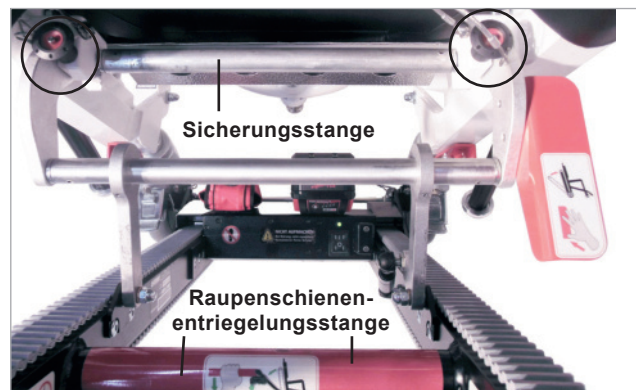

Abb. PT1 Obere Sicherungsstange und Raupenschieneentriegelungsstange
Die obere Sicherungsstange ist Teil des Klappmechanismus des Powertraxx Systems (Abb. PT1).
- Öffnen Sie das Raupensystem. Umfassen Sie dafür die rote Raupenschieneentriegelungsstange am oberen Ende der Raupenschiene (Abb. PT1) und ziehen Sie diese vom Tragstuhl weg, bis die Raupenschiene in der Offen-Position einrasten.